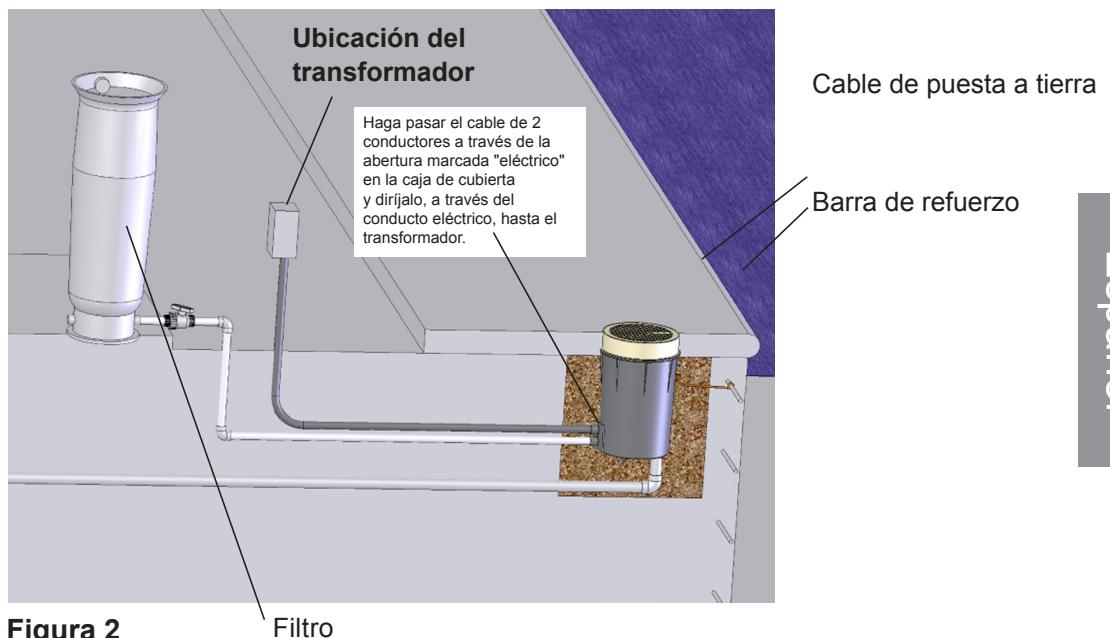

Figura 2
1. Haga pasar la galga 14 y el cable de 2 conductores a través de la abertura marcada "eléctrico" en la caja de cubierta y diríjalo, a través del conducto eléctrico, hasta el transformador (Figura 2). Deje 1 metro libre en el extremo de la caja de cubierta para permitir su mantenimiento.